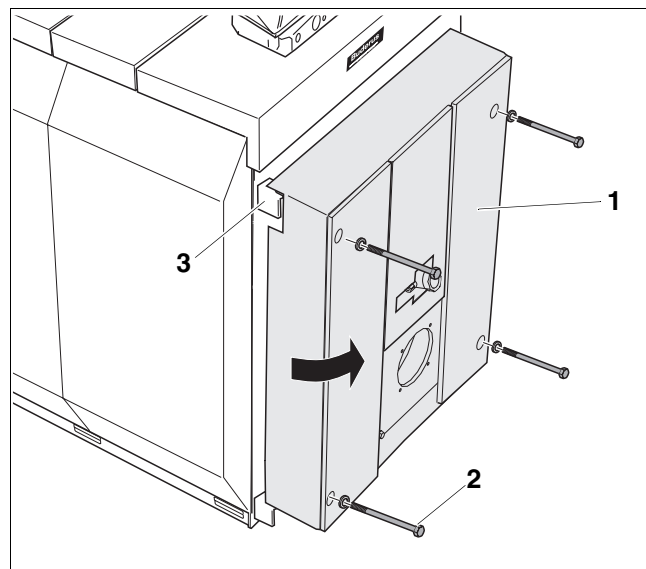

Рис. 47 Открывание дверцы горелки (здесь: дверца с правой навеской)
- Открутить 4 дверных болта (рис. 47, поз. 2) и открыть дверцу горелки.
Опорный уголок (рис. 47, поз. 3) можно перемещать для регулировки в овальных отверстиях несущего уголка дверцы. При необходимости можно сместить верхний опорный уголок вперед, чтобы дверца могла легко открываться.
- Для этого нужно немного ослабить оба болта опорного уголка и на несколько оборотов открутить болты дверцы (рис. 47, поз. 2). Под тяжестью двери опорный уголок передвинется вместе с ней вперед.
- Закрыть дверцу горелки и затянуть ее болтами M12 и M16 (рис. 47, стр. 47) крест-накрест.